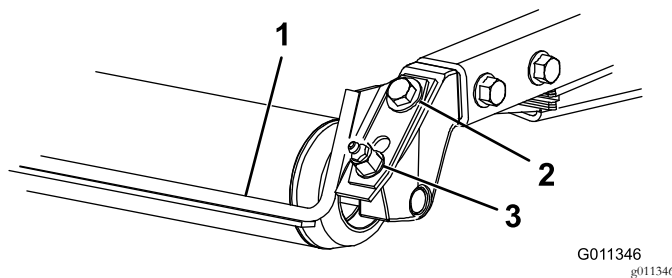

Figura 7
1. Afloje el engrasador y el tornillo de montaje (Figura 7).